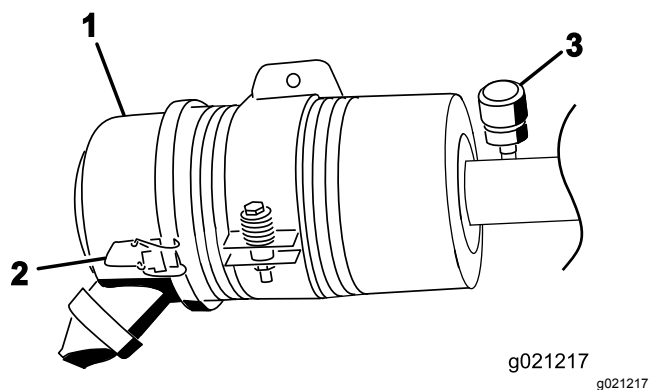

Figure 69
Faites l'entretien du filtre à air uniquement quand l'indicateur de colmatage (Figure 69) indique que cela est nécessaire. Changer le filtre à air prématurément ne fait qu'accroître le risque de contamination du moteur par des impuretés quand le filtre est déposé.
1. Desserrez les fixations qui maintiennent le couvercle sur le corps du filtre à air (Figure 69).